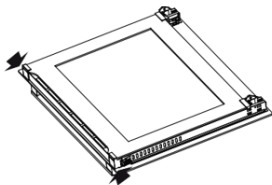

Figure 3
- Ouvrez complètement la porte et appuyez sur les loquets en plastique de chaque côté de la porte (figure 3).